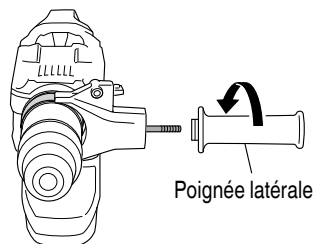

Fig. 6
- (4) Tout en ajustant le ruban sur une position convenant à la tâche, tourner la poignée latérale pour serrer le ruban. S'assurer que le ruban est solidement serré. (Fig. 6)